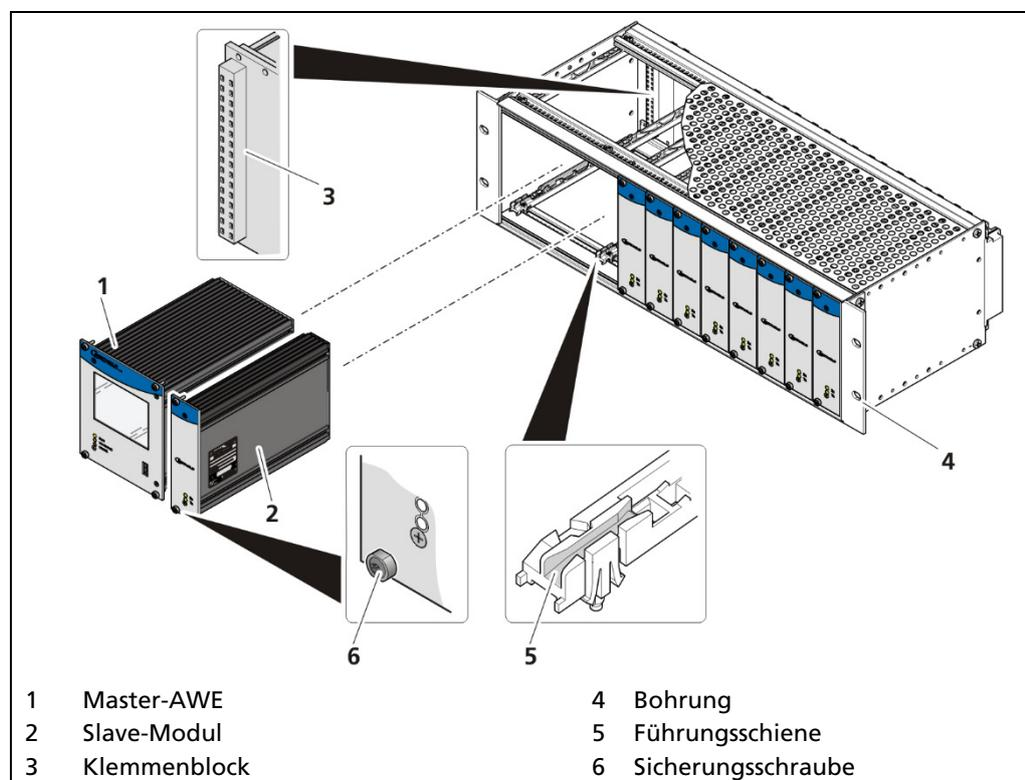
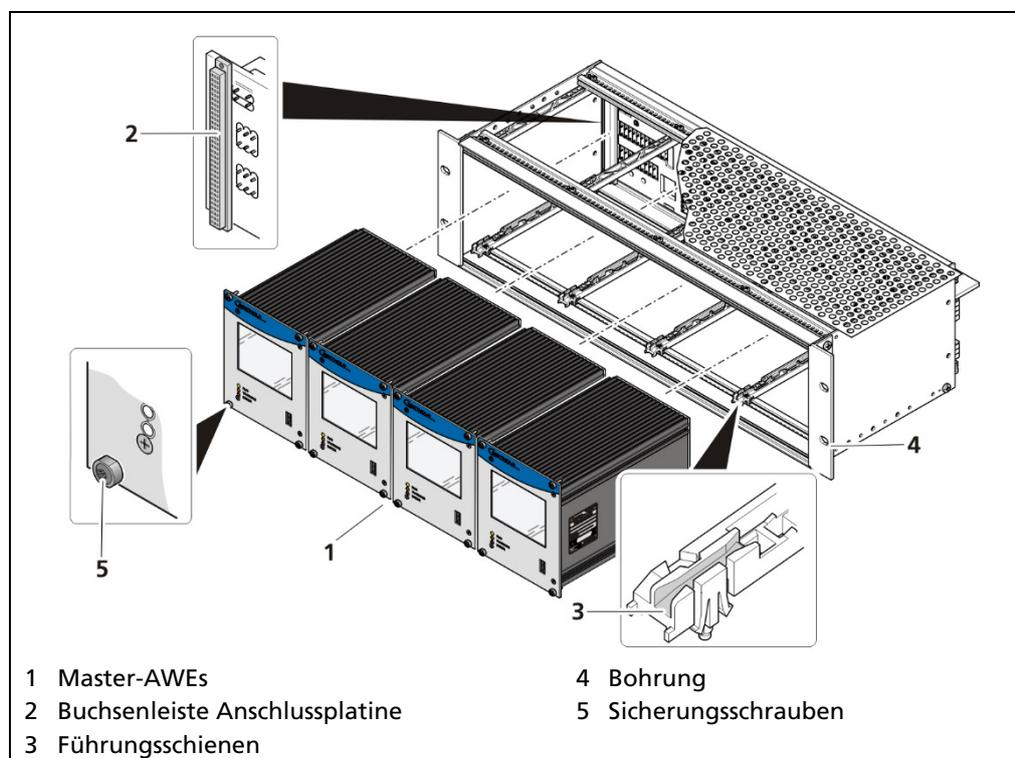

Abb. 16 19"-Baugruppenträger mit Klemmenblöcken (Bsp.: 1x Master, 9x Slave)
Abb. 17 19"-Baugruppenträger mit Anschlussplatinen (Bsp.:4x Master)
Der 19"-Baugruppenträger kann je nach Bedarf unterschiedlich bestückt werden (siehe Dokument „Technische Information“ im Anhang). Zum elektrischen Anschluss werden die rückwärtigen Klemmenblöcke (Abb. 16, Pos.3) - oder Anschlussplatinen (Abb. 17, Pos. 4) verwendet.
Der Baugruppenträger wird in einem 19" Schaltschrank oder einem Bedienpult (Schalttafel) eingebaut. Zur Befestigung des Baugruppenträgers dienen die 4 seitlichen Bohrungen (Abb. 16, Pos.4), die mit den passenden Schrauben zu versehen sind.
- ▶ Die Master-AWEs / Slave-Module müssen durch Sicherungsschrauben (Abb. 16, Pos. 6) gegen das Herausziehen gesichert werden.
1. Master-AWE / Slave-Modul (Abb. 16, Pos.1, Pos.2) in die Führungsschienen (Abb. 16, Pos.5) setzen.
3. Sicherungsschrauben (Abb. 16, Pos.6) anziehen.
- ▶ Die Master-AWEs / Slave-Module müssen durch Sicherungsschrauben (Abb. 17, Pos. 5) gegen das Herausziehen gesichert werden.
1. Master-AWE / Slave-Modul (Abb. 17, Pos.1) in die Führungsschienen (Abb. 17, Pos.3) setzen.
2. Modul vorsichtig in den Baugruppenträger schieben, bis die Stiftleiste in der Buchsenleiste (Abb. 17, Pos.2) eingesteckt ist.
3. Sicherungsschrauben (Abb. 17, Pos.5) anziehen.